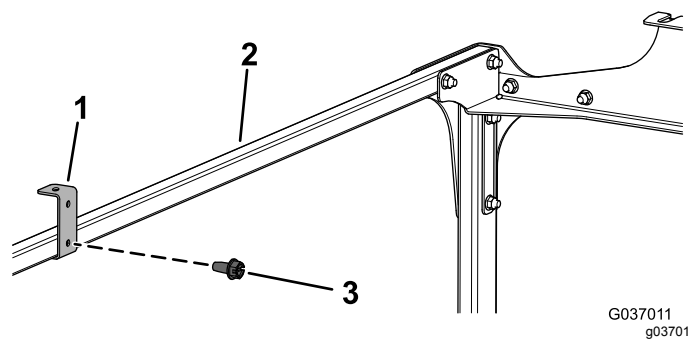

Figure 12
13. Fixez les 2 supports de pavillon aux tubes de liaison transversale à l'aide de 2 vis autotaraudeuses (1/4" x 1/2"), comme montré à la Figure 12.